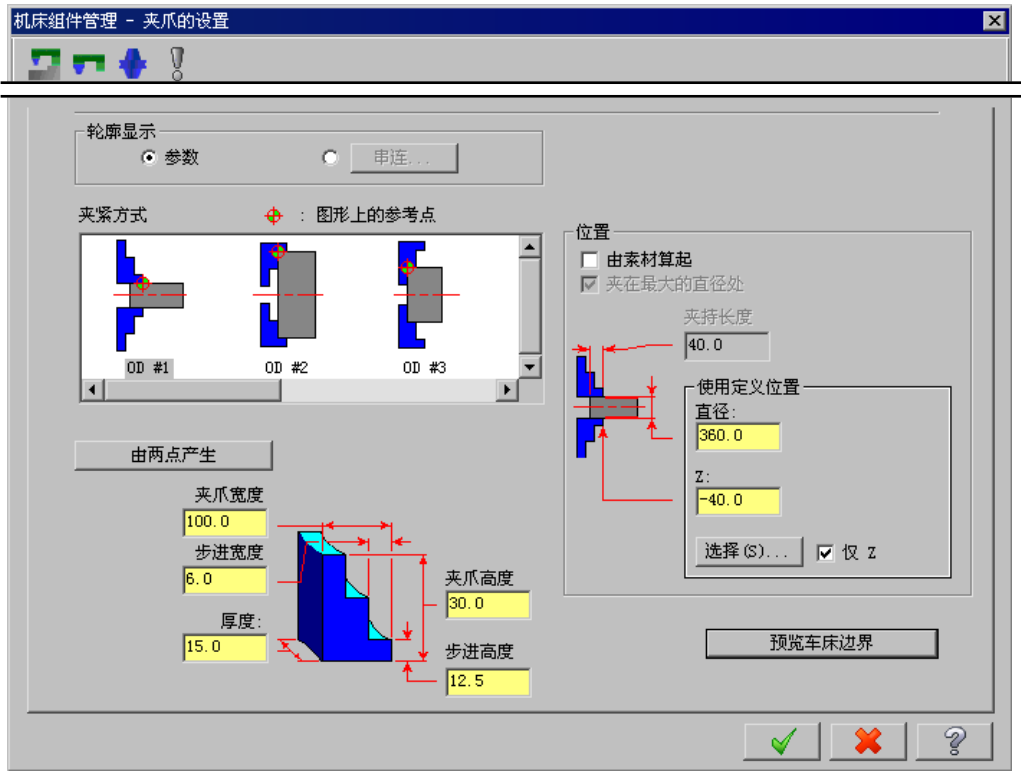
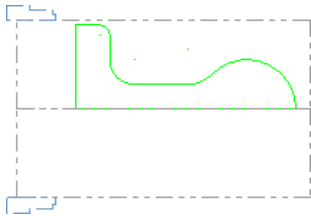

图 8.3 “机床组件管理 - 爪的设置”对话框
图 8.4 预览爪形状和位置
Step5. 设置爪的尺寸。参数设置如图 8.3 所示，单击**预览车床边界**按钮查看爪，结果如图 8.4 所示。按 Enter 键，然后在“机床组件管理-爪的设置”对话框中单击**✓**按钮，返回到“机器群组属性”对话框。